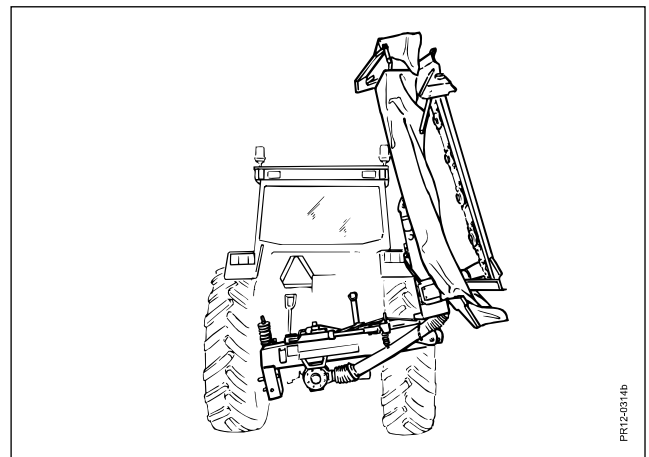

Fig. 3-4
- Fig. 3-4 1) Sideværts – lodret